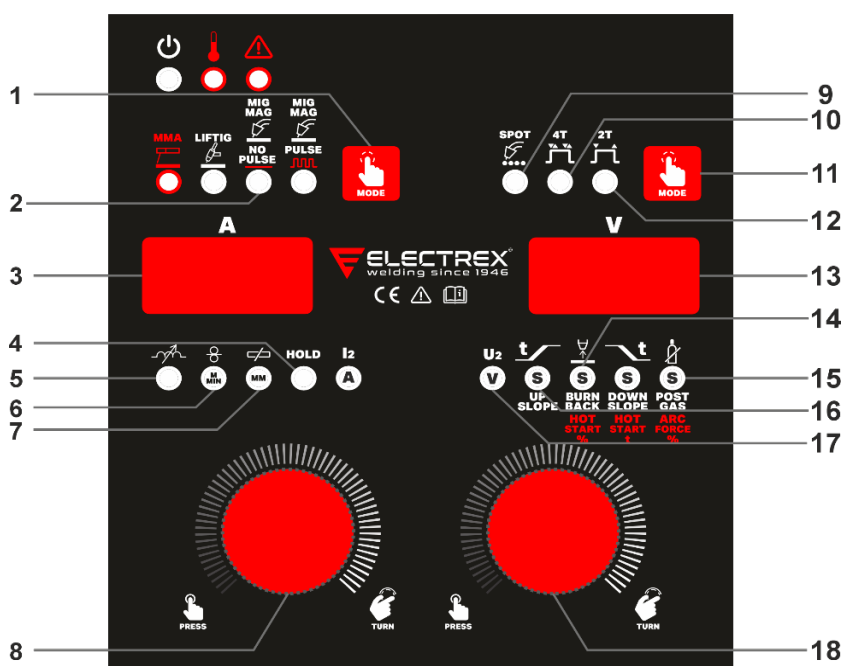

Fig 7.
- Ensuite, le système de freinage de la bobine de fil doit être réglé, si nécessaire, avec la vis de fixation (2- fig.7). Le mouvement de rotation de la bobine de fil doit s'arrêter en même temps que le moteur.
- Sélectionnez le mode de soudage MIG / MAG avec un courant MIG/MAG non pulsé (2 - Fig. 7).
8.2.1. Paramètres pour le soudage MIG/MAG NON-SYNERGIQUE (voir Fig.7)
Mode de soudage temporisé par points MIG/MAG (9 - Fig. 7) - Lorsque cette option est sélectionnée, cela signifie que la machine est en mode de soudage par points MIG/MAG. Pour sélectionner cette fonction, appuyez sur la touche 11 - Fig.7 jusqu'à ce que le voyant 9 s'allume. Régler le temps du point en appuyant sur le bouton droit (18 - Fig.7) jusqu'à ce que l'écran de gauche (3 - Fig. 7) affiche le SPt et le tourner jusqu'au temps souhaité. Commencer le soudage par points en appuyant sur la gâchette de la torche et continuez à appuyer jusqu'à la fin du programme de soudage MIG défini (voir pages suivantes).